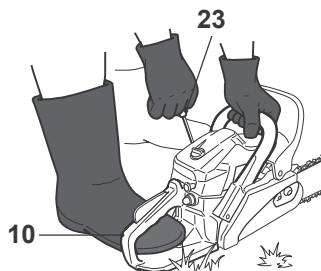

Fig. 25
- > Tirer la manette du lanceur de démarrage [23], 4 ou 5 fois de suite, de manière constante et sans secousses (Fig. 25). Dans la première partie de course du lanceur, le dispositif se pré-charge et dans la dernière section il développe la force de démarrage.